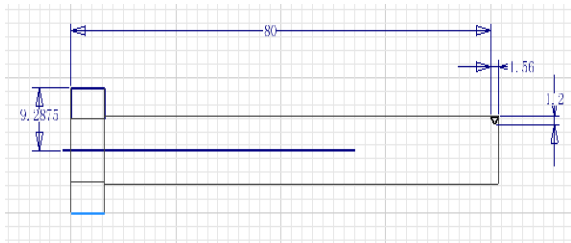

图 6-57 绘制螺旋扫掠截面轮廓
② 在这个工作平面上新建草图。为了观察方便，可以在工具栏中将模型的显示方式设置为【线框显示】方式。在新建的草图中，绘制如图 6-57 所示的截面轮廓，并且利用【约束】面板内的【尺寸】工具进行标注。注意两点，其一，进行扫掠的截面轮廓是图中所示的三角形，我们这里不详细讲述三角形的形状，这个应该根据具体的螺纹的齿形来决定三角形的形状，若有必要，读者可以查阅相关的机械零件手册；其二，依然要绘制一条直线作为螺旋扫掠的旋转轴，该直线一定要位于螺栓的中心线上，在图 6-54 中用尺寸 9.2875 实现这一点。
单击【草图】标签上的【完成草图】工具按钮, 退出草图环境, 进入零件特征环境下。单击【模型】标签栏【创建】面板上的【螺旋扫掠】工具按钮, 打开【螺旋扫掠】对话框, 选择图 6-57 中的三角形作为截面轮廓, 选择螺栓的中心直线作为旋转轴, 在布尔操作选项中选择【求差】选项, 螺旋方向为默认的【左旋】方向即可。在【螺旋规格】选项卡中, 设定如图 6-58 所示。单击【确定】按钮完成螺旋扫掠, 如图 6-59 所示。